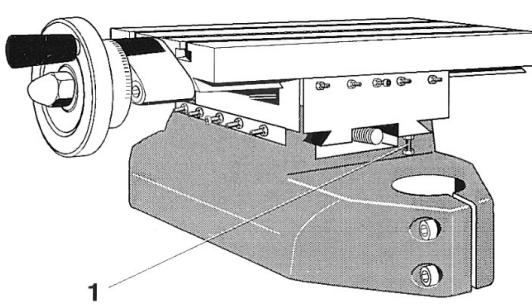

Fig. 11
3. Anschlagschraube 1 (Fig. 11) herausdrehen.
3. Unscrew the stop screw 1 (Fig. 11)
3. Dévisser la vis de butée 1 (fig. 11).
3. Svitare la vite d'arresto 1 (fig. 11).